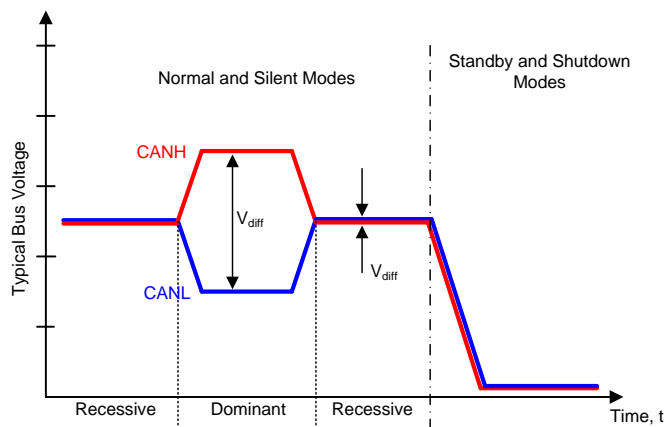
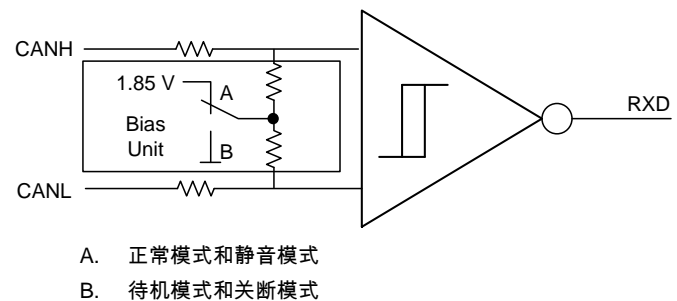
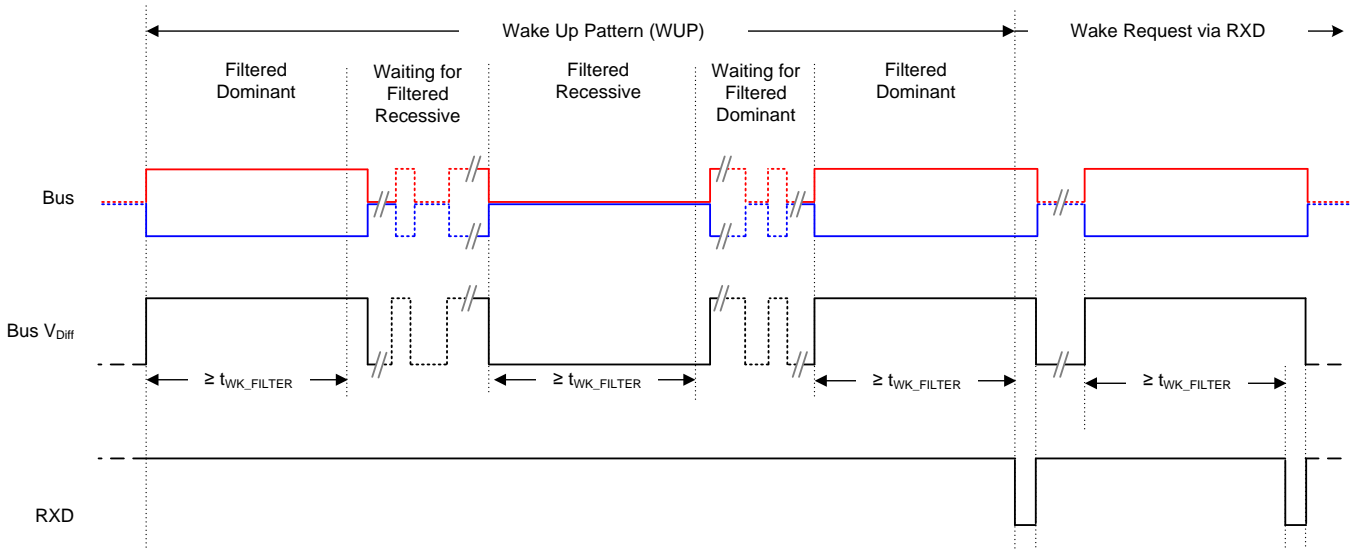

Figure 31. 总线状态 (物理位表示)
Figure 32. 简化的隐性共模偏置单元和接收器
Figure 33. 唤醒模式 (WUP) 和 RXD 总线唤醒请求 (BWRR)
CAN 总线在运行期间有两种逻辑状态：隐性和显性。请参见Figure 31 和Figure 32。
具有低功耗待机模式的收发器有第三种总线状态，在这种状态下，总线引脚通过接收器的高阻值内部电阻弱偏置到接地端。请参见Figure 31 和Figure 32。
(1) 请参见Figure 31 了解总线状态。
(2) 反映总线状态：当 CAN 总线为显性状态时，该引脚为低电平；当 CAN 总线为隐性状态时，该引脚为高电平。
(2) 待机模式 RXD 行为：请参见Figure 33。
(1) 请参见 Figure 31 了解总线状态。
此模式是器件的低功耗模式。CAN 驱动器和主接收器处于关闭状态，CAN 通信不能双向进行。低功耗接收器和总线监视器处于使能状态，允许通过 CAN 总线传输 RXD 唤醒请求。唤醒请求将输出到 RXD (驱动为低电平)，如 Figure 33 所示。本地 CAN 协议微处理器应监视 RXD 的转换情况 (从高电平转换为低电平)，然后根据 RXD 唤醒请求重新激活器件使其进入正常模式。在此模式期间，CAN 总线引脚弱下拉至 GND，请参见 Figure 32。
请参见 Figure 33 查看 WUP 的时序图。该模式 (即，用于 WUP 的  $t_{WK\_FILTER}$  时间和 BWRR) 可防止因噪声和总线持续显性故障而导致错误的唤醒请求。如果器件切换到正常模式，或者  $V_{CC}$  上发生欠压事件，则会丢失 BWRR。
此模式是所有器件的最低功耗模式。CAN 驱动器和接收器处于关闭状态，CAN 通信不能双向进行。在此模式下，不能通过 CAN 总线接收远程唤醒请求。在此模式期间，CAN 总线引脚下拉至 GND，如 Figure 31 所示。
(1) H = 高电平, L = 低电平, X = 不相关。
(2) H = 高电平, L = 低电平, Z = 高阻抗接收器偏置。
(3) 如需了解总线状态和偏置, 请参见Figure 31 和 Figure 32。